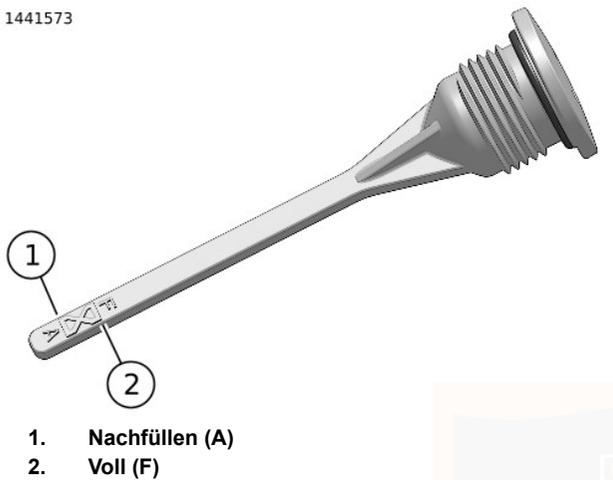

Abbildung 49. Getriebeschmiermittelstand
6. Abbildung 49 Einfüllverschlussstopfen/Ölmessstab entfernen. Den Schmiermittelstand auf dem Ölmessstab prüfen. Der richtige Ölstand liegt zwischen den Markierungen Add (A) (1) und Full (F) (2).
6. Den Schmiermittelstand prüfen. Ausreichend Schmiermittel zugeben, bis der Füllstand zwischen den Markierungen A (Hinzufügen) und F (Voll) liegt. Siehe Abbildung 49.